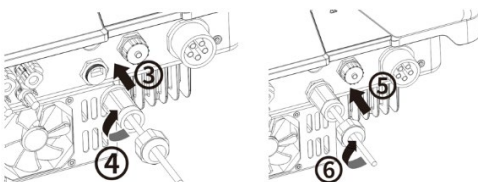

Fig. 20 (à gauche) : Raccordement du câble réseau
- 4 Brancher le câble réseau dans la prise COM1 ou COM2 (Fig. 20, en respectant l'ordre et le sens des flèches).